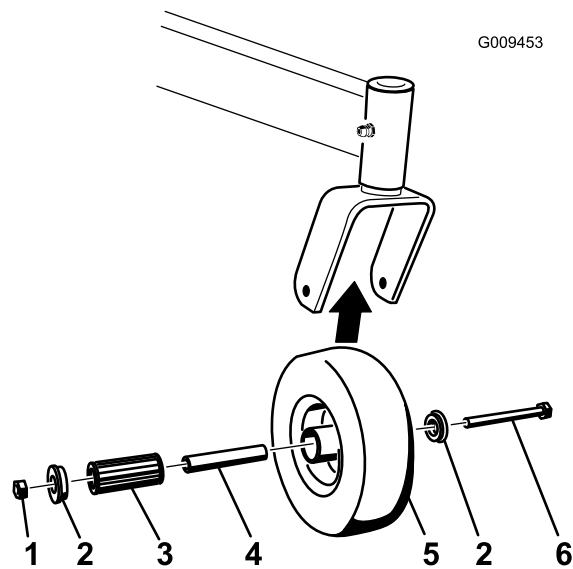

Figura 61
1. Retire la contratuerca y el perno que sujetan la rueda giratoria a la horquilla (Figura 61).
2. Retire un solo casquillo y tire del casquillo intermedio y del cojinete de rodillos para sacarlos del cubo de la rueda (Figura 61).
3. Retire el otro casquillo del cubo de la rueda y limpie la grasa y la suciedad del cubo de la rueda (Figura 61).
**Nota:** Cambie las piezas defectuosas o desgastadas (Figura 61).
5. Coloque un casquillo en el cubo de la rueda (Figura 61).
6. Engrase el cojinete de rodillos y el casquillo intermedio y deslícelos en el cubo de la rueda (Figura 61).
7. Coloque el segundo casquillo en el cubo de la rueda (Figura 61).
8. Instale la rueda giratoria en la horquilla y fíjela con el perno y la contratuerca (Figura 61).
9. Apriete la contratuerca hasta que el casquillo intermedio se apoye contra el interior de las horquillas de las ruedas giratorias (Figura 61).